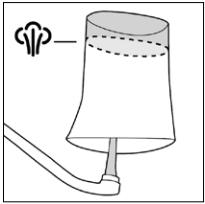

Figura 12
2. Llene la jarra para medir el agua con agua filtrada (Figura 12) hasta la línea 12) y vierta en el depósito de agua.